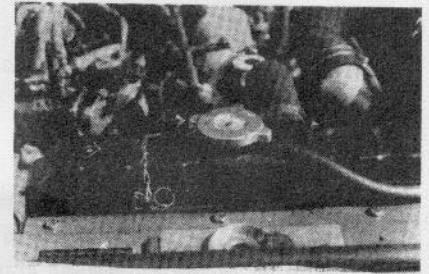

Fig. 80 - Tapón de llenado del radiador.
- 3º Preparada la mezcla anticongelante, se llenará con ella el sistema y se pondrá en marcha el motor, volviendo a rellenar, si fuese preciso, hasta que el líquido llegue en el radiador al cuello del tubo de llenado. (Fig. 80).